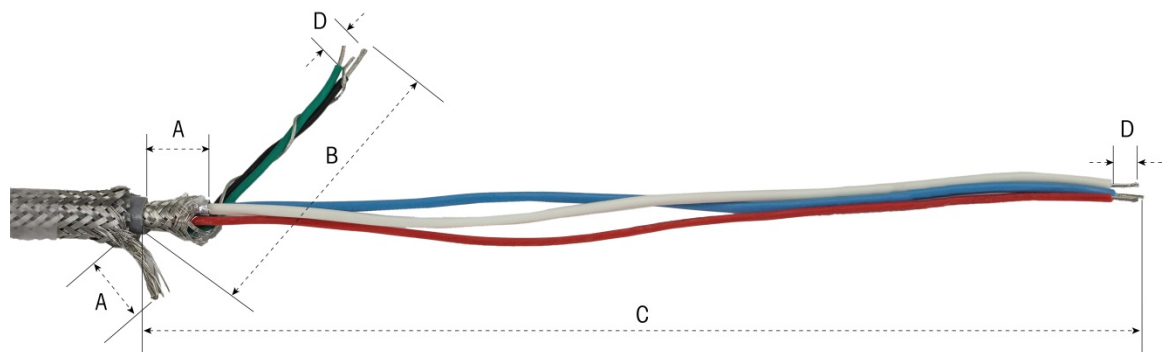

Figura 2-61: Preparación del cable POWERCELL – Montaje en panel
1. Corte y remueva una longitud adecuada del blindaje trenzado externo, el forro de aislamiento, el blindaje trenzado interno y el aislamiento como se muestra en la Figura 2-61 y en la Tabla 2-7.